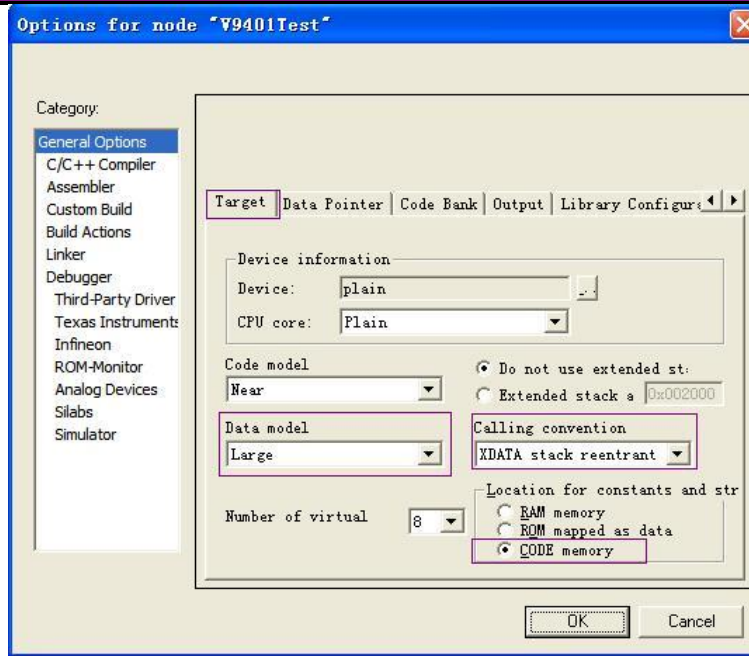

图 3 设置 Target 选项卡
- 6.1 如图 3 所示进行 **Target** 选项卡设置;